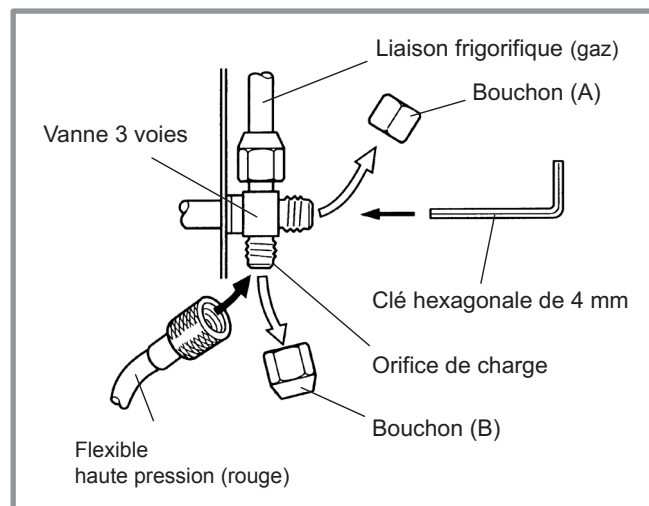

figure 18 - Raccordement du flexible sur la vanne gaz
- Raccorder le flexible haute pression du *Manifold* sur l'orifice de charge (figure 18).